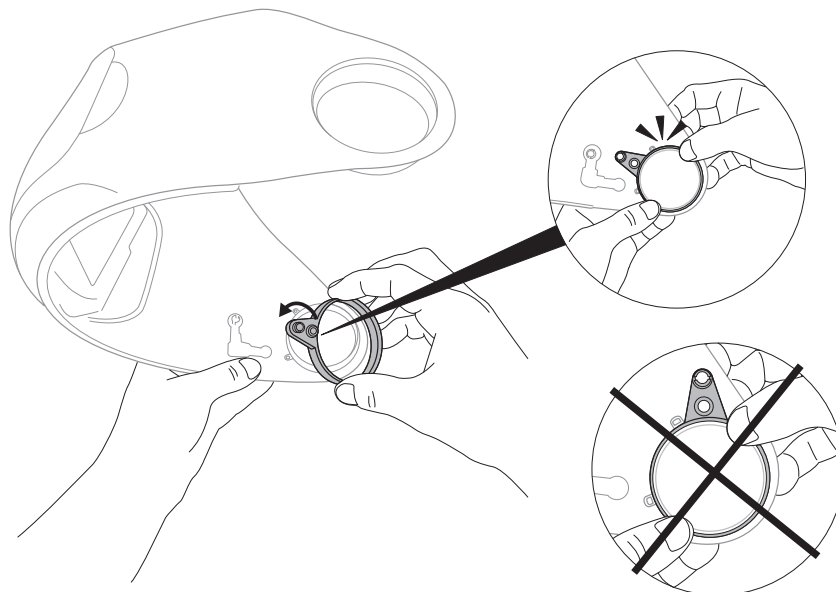

Fig. 26b
- c. Para instalar el anillo de giro y la bisagra nuevos, coloca el anillo de giro con el poste de giro pequeño orientado hacia el filtro ADF. Hay dos topes pequeños para el anillo de giro: el poste va entre estos topes. Presiona el anillo de giro sobre el poste circular grande, presionando firmemente hasta que “encaje” en su lugar (Fig. 26b). Si está correctamente instalado, el anillo de giro girará libremente hacia arriba y hacia abajo unos 60 grados.